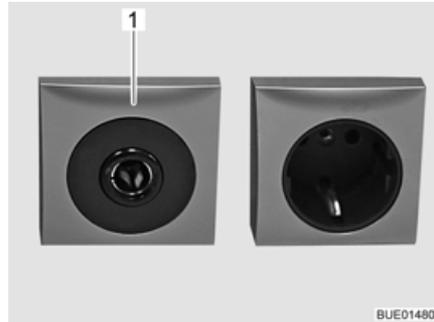

Fig. 136 Caja de enchufe 12 V/10 A
- ▷ Conectar únicamente aparatos con máximamente 10 A a las cajas de enchufe (Fig. 136,1) de la red de a bordo de 12 V.